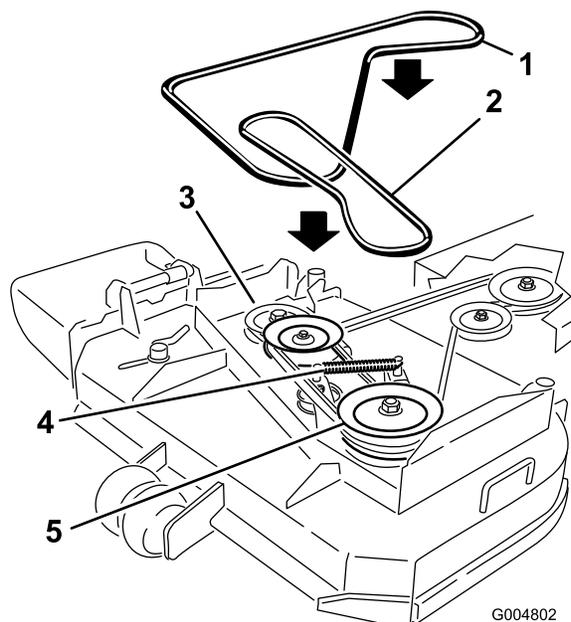

Figura 44
6. Scollegate la molla del braccio di rinvio per rilasciare la tensione sul braccio di rinvio e sulla puleggia tendicinghia, quindi togliete la cinghia del tosaerba consumata (Figura 44).
7. Montate la nuova cinghia del tosaerba attorno alle 2 pulegge del mandrino esterne, alla puleggia tendicinghia e nella scanalatura inferiore della puleggia del mandrino doppia (Figura 44).
8. Collegate la molla del braccio di rinvio (Figura 44).
10. Regolate la guida della cinghia a 3 mm dalla cinghia (Figura 44).